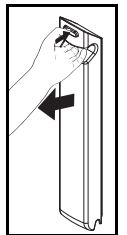

Abb. 3
- 2) Verbinden Sie das Ladegerät mit dem richtigen Netzkabel mit einer Wechselstrom-Steckdose (AC).
- 4) Wenn der Akkupack vollständig aufgeladen ist, nehmen Sie ihn aus dem Ladegerät. Dazu drücken Sie den roten Knopf und ziehen den Akkupack zu sich heraus (siehe Abb. 3). Die grüne LED leuchtet, um zu veranschaulichen, dass das Ladegerät mit Strom versorgt wird.